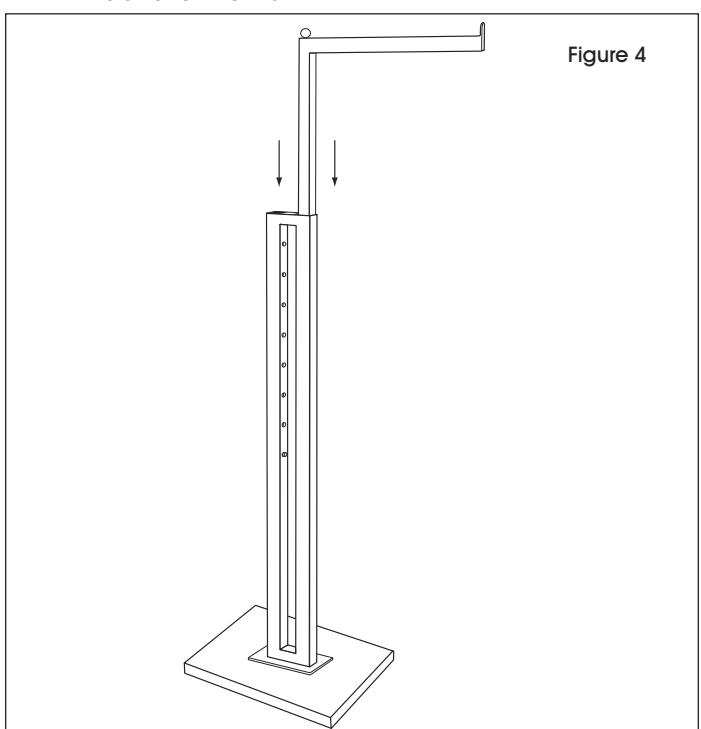

Figure 4
4. Glissez un bras dans l'un des trous au sommet du montant. (Voir Figure 4)